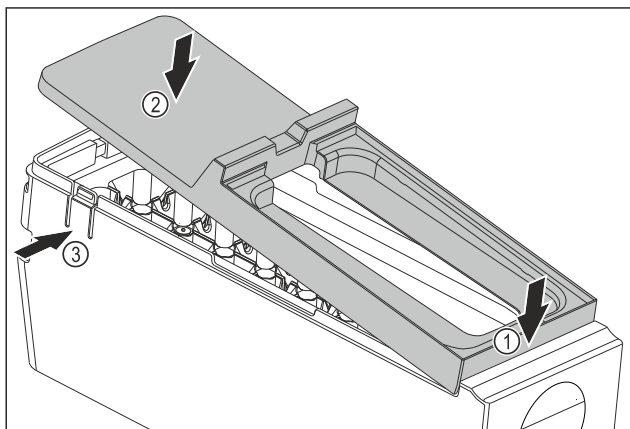

Fig. 90
- ▶ Monter le couvercle du corps de l'EasyTwist-Ice : Placer le couvercle à l'avant. Fig. 90 (1)
- ▶ Abaisser le couvercle à l'arrière. Fig. 90 (2)
- ▷ L'enclenchement du couvercle dans les deux languettes Fig. 90 (3) se fait entendre.